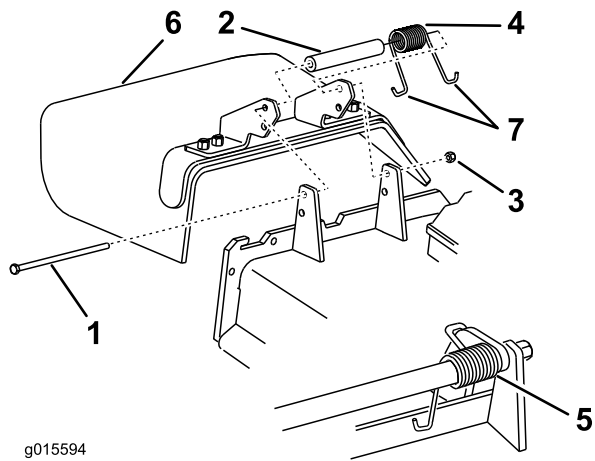

Figura 89
1. Retire la contratuerca, el perno, el muelle y el espaciador que sujetan el deflector a los soportes de pivote (Figura 89). Retire el deflector de hierba dañado o desgastado.
Nota: Asegúrese de colocar un extremo en **J** del muelle detrás del reborde de la carcasa antes de instalar el perno, según se muestra en Figura 89.
3. Instale el perno y la tuerca. Coloque un extremo en **J** del muelle alrededor del deflector de hierba (Figura 89).